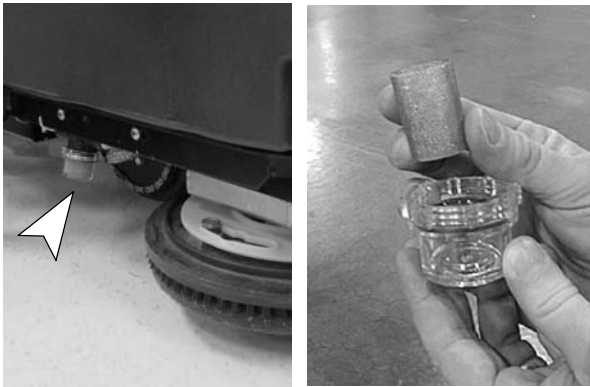

FIG. 35
4. Modèle FaST: Ouvrez le logement de jupe droite, retirez et rincez le filtre en ligne. Avant de retirer le filtre, assurez-vous que le réservoir de solution est vide (Figure 35).